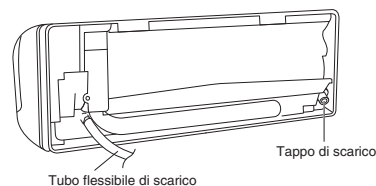

Fig. 3-64
(a) Individuare il tubo di scarico e il tappo di scarico. (Fig. 3-64)
- (b) Rimuovere le viti che fissano il tubo di scarico sul lato destro ed estrarre il tubo di scarico per rimuoverlo. (Fig. 3-64)